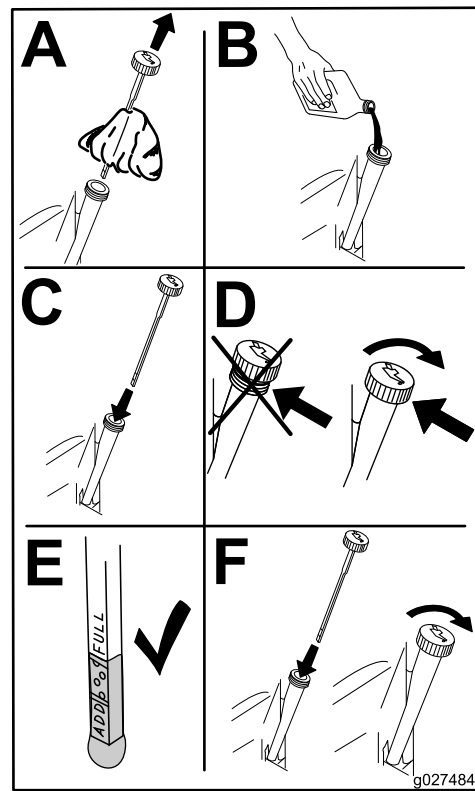

Bild 41
6. Gießen Sie langsam ungefähr 80 % der angegebenen Ölsorte in den Einfüllstutzen und füllen Sie dann vorsichtig mehr Öl ein, um den Ölstand an die **Voll**-Markierung zu bringen (Bild 41).